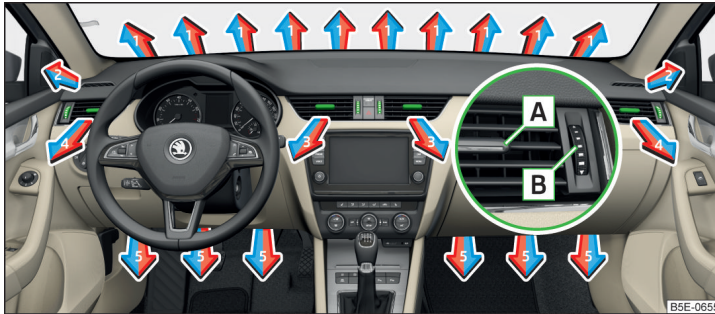
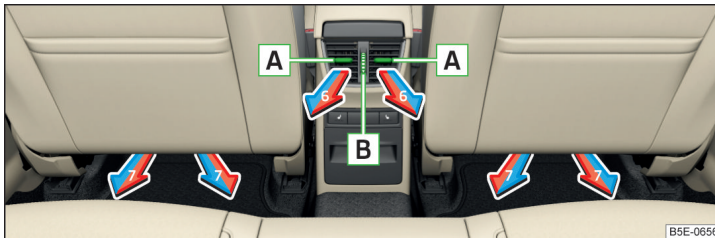

Abb. 128 Luftaustrittsdüsen vorn
Abb. 129 Luftaustrittsdüsen hinten
Bei den Luftaustrittsdüsen 3, 4 » Abb. 128 und 6 » Abb. 129 kann die Luftströmungsrichtung geändert und die Düsen können auch einzeln geöffnet und geschlossen werden.
Die Einstellung der Luftstromrichtung erfolgt durch das Verschieben des Verstellelements **A** » Abb. 128 bzw. » Abb. 129 in gewünschter Richtung.
- » Zum Öffnen den Regler **B** » Abb. 128 bzw. » Abb. 129 nach oben drehen.
- » Zum Schließen den Regler **B** » Abb. 128 bzw. » Abb. 129 nach unten drehen.
Richtung des Luftaustritts einstellen	Luftaustrittsdüsen » Abb. 128 und » Abb. 129